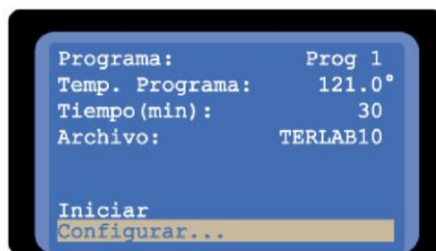

Figura 4
5. Pulse la tecla DECREMENTAR para bajar al renglón de “Configurar” (Figura 4), después pulse la tecla ENTER para editar la configuración. El rectángulo en color gris indica en que renglón se encuentra seleccionado.